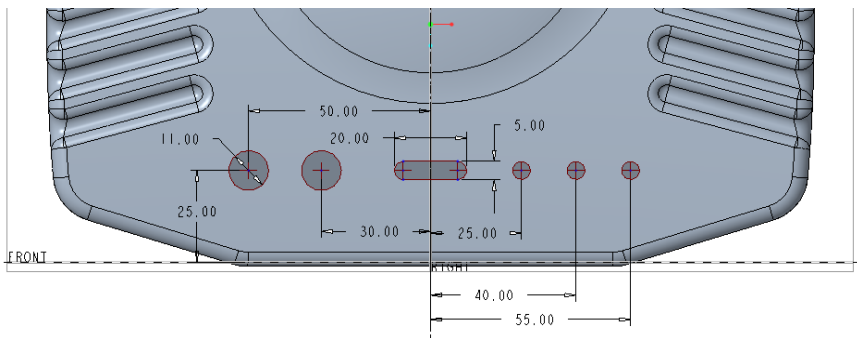

图 7-182 绘制拉伸剖面
- 3 绘制图 7-182 所示的拉伸剖面，单击“确定”按钮，完成草绘并退出草绘模式。